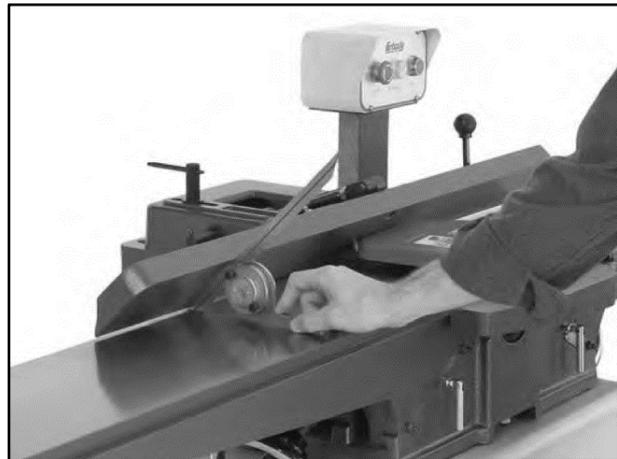
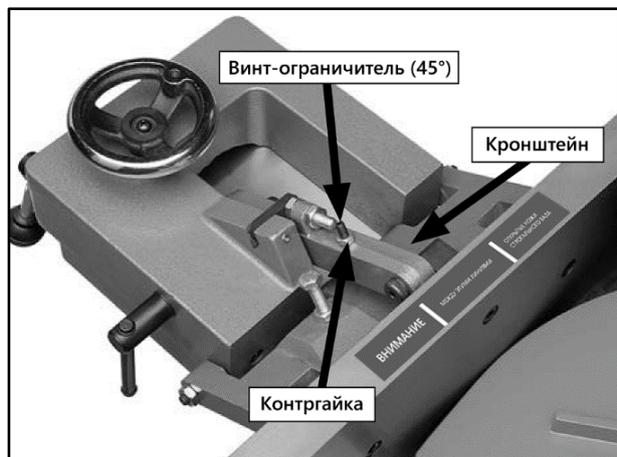

Рисунок 49.
Рисунок 50.
- При помощи малки установите параллельный упор под углом 45 градусов (рис. 49). Открутите контргайку (рис. 50).